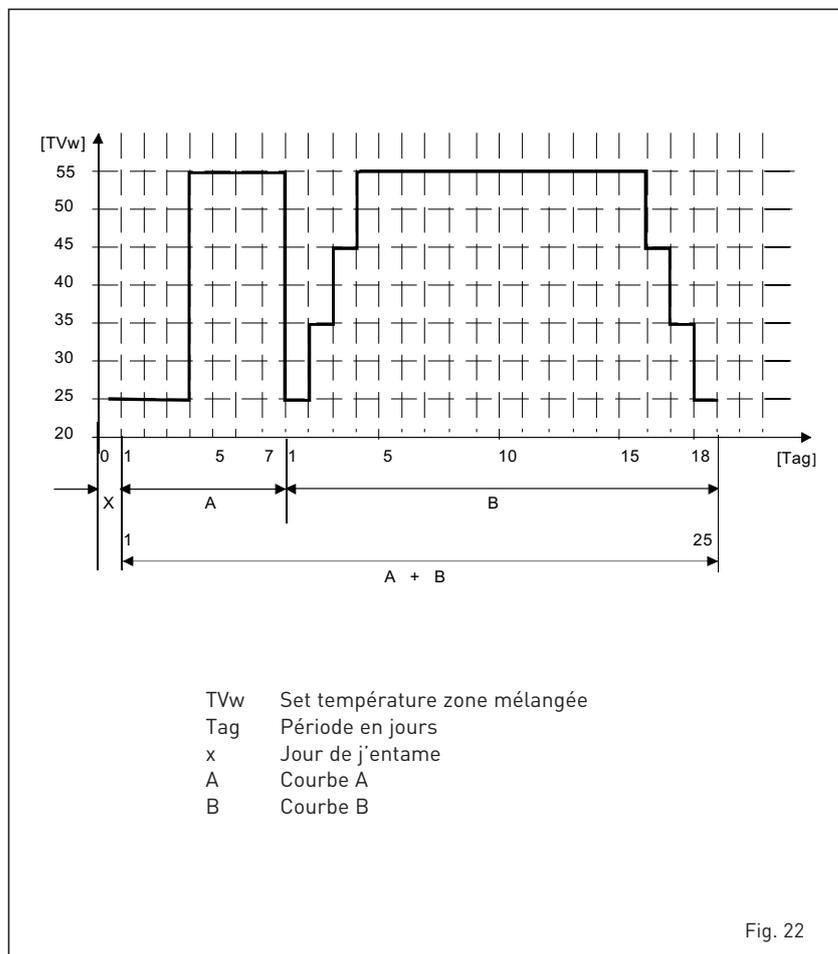

Fig. 22
4.5.2 Fonction séchage plancher (fig. 22)
La série de lazone mélangée suit le développement sélectionnée et atteint au maximum les 55°C. Pendant la fonction tous les demandes chaleur ignorées (chauffage, sanitaire, antigel et remonage). Pendant le fonctionnement le visuel montrera les jours restants pour l'achèvement de la fonction (ex. digit principaux -15 = il reste 15 jours à la fin de la fonction). Le graphique de fig. 22 rapporte le développement des corbe.